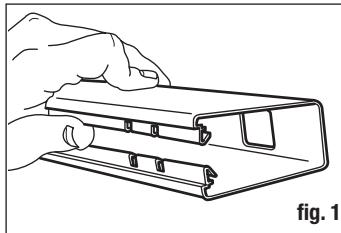

fig. 1
- Tome uno de los pretils y abra cuidadosamente la estriación con la mano o una cuña de madera (fig. 1). Esta pieza se convertirá en el pretil inferior del ensamblado.